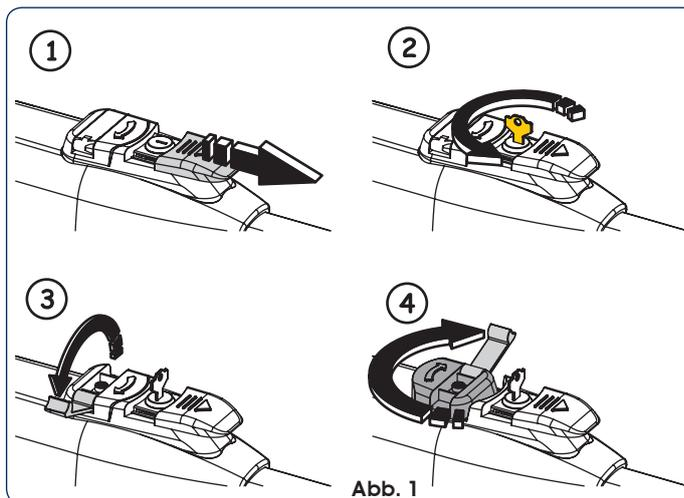

Abb. 1
2. Die Schutzhaube – Abb. 1 - ① – aufschieben.
3. Den Schlüssel einstecken und um 90° drehen, Abb. 1 - ②.
4. Den Bedienhebel heben, Abb. 1 - ③.
5. Zur Freigabe des Antriebs den Bedienhebel um 180° in Richtung des auf dem Freigabesystem angegebenen Pfeils drehen, Abb. 1 - ④.